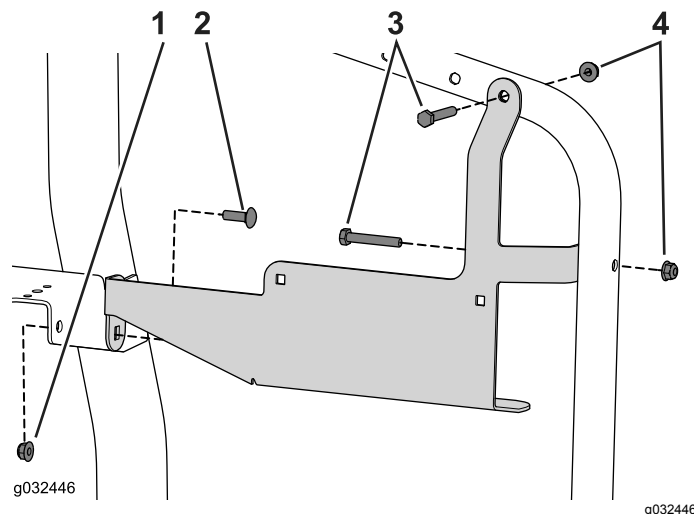

Figura 30
1. Utilice los 3 pernos de cuello cuadrado (5/16" x 1" y 5/16" x 3/4") y 3 tuercas con arandela prensada para sujetar el soporte al bastidor (Figura 30).